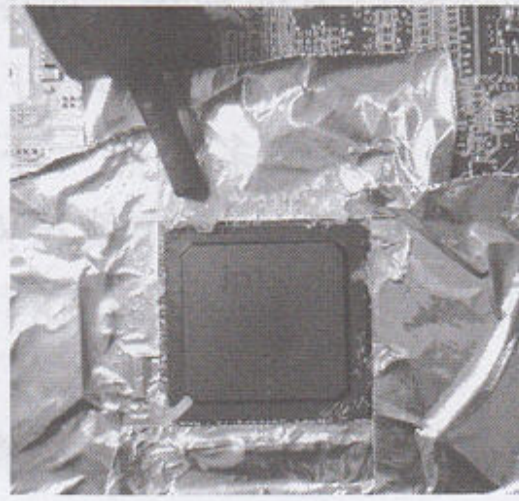

图 6-30
(2) 取适量的助焊膏打在芯片周围，这里由于是取桥，可以采用便宜一点的助焊膏，用热风枪将其从芯片四周均匀吹进去，这样做的目的是在高温下，当锡球完全融化后，在焊膏的滋润下，更有利于成功取出芯片，如图 6-30 所示。
(3) 将笔记本电脑主板平放在 BGA 设备上，下风口离主板 1cm 左右，上风口离芯片 1mm 左右，这里需要说明的是，主板一定要放平，否则在高温下，主板可能会由于不平而导致主板变形，从而影响成功率，另外需要注意的还有芯片周围及背面如果有塑料贴纸，要撕去，否则在高温下塑料贴纸收缩可能会粘掉小的元器件。上 BGA 设备前，要把 BIOS 电